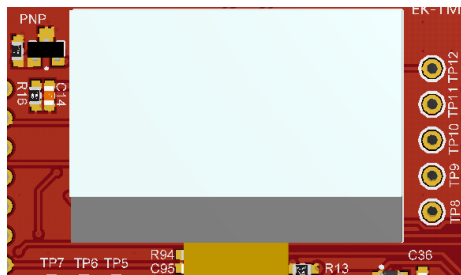

图 8 COG 屏控制 IO 的测试点
7) 为方便学习调试，5 个控制 IO（不含背光 IO）引出了测试点（TP8 至 TP12），测试点位于屏幕的右侧，如图 8 所示。